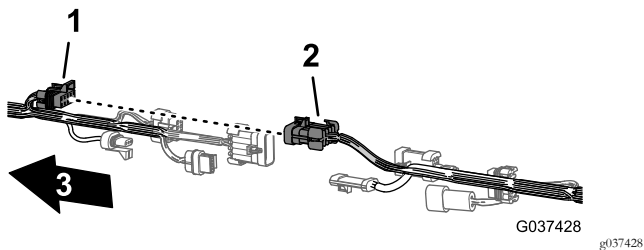
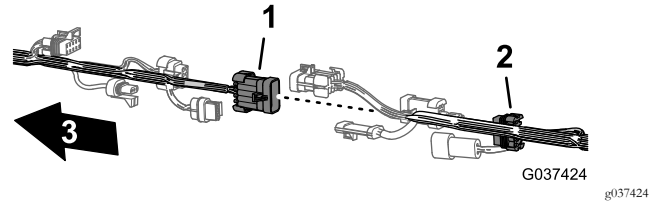

Figure 15
Figure 19
2. Débranchez les 6 paires de connecteurs entre les faisceaux avant et arrière, comme montré de la Figure 15 à la Figure 19.